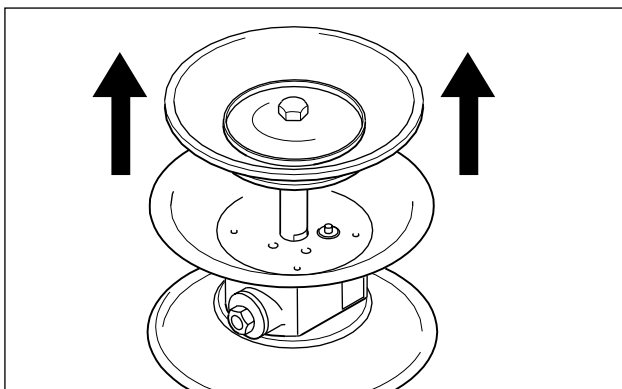

Fig. 11: Retirar a biela.
- Retirar a biela com a segunda membrana do bloco central e desmontar a segunda membrana conforme anteriormente descrito (Fig. 11).
- Retirar a biela com a segunda membrana do bloco central e desmontar a segunda membrana (Fig. 11).